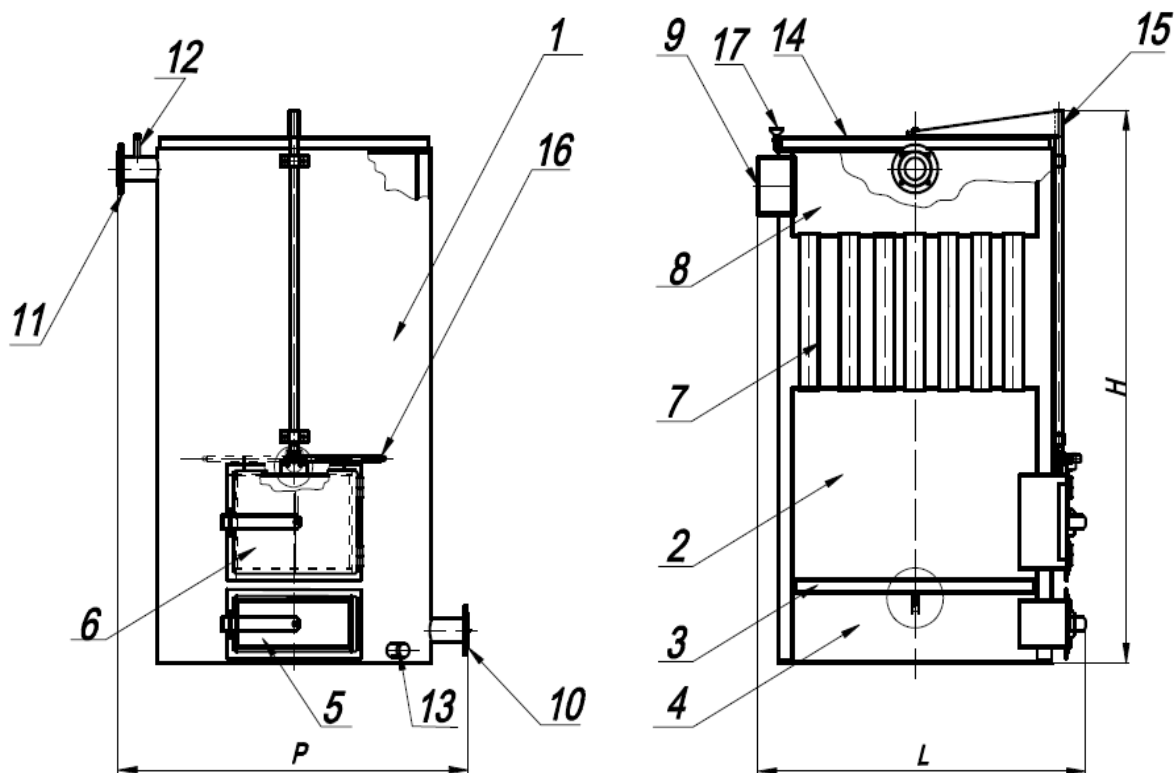

Рис.1
13.	Габаритные размеры, мм, : -длина (L) -ширина (P) -высота (H)	1108 1176 1717	1315 1413 2222	1413 1502 2655
14.	Размеры присоединительных патрубков (см. рис.1) :
Котел представляет собой (см. Рис.1) сварную конструкцию цилиндрической формы, состоящую из корпуса (1), в нижней части которого расположена топочная камера (2) с колосниковой решеткой (3) и дверцей топочной камеры (6).